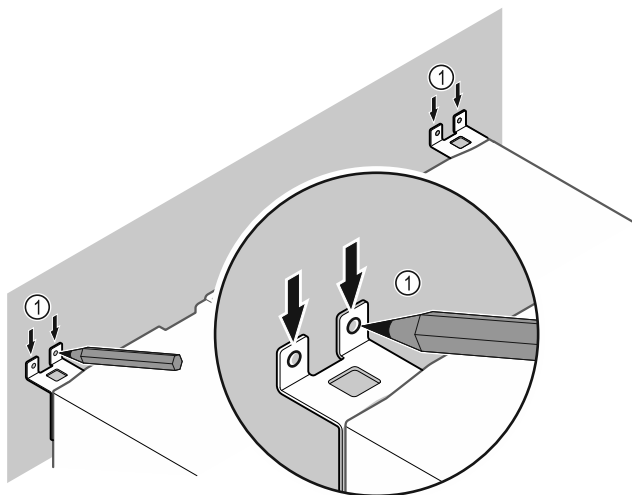

Fig. 11
- Сделайте метки на стене Fig. 11 (1).